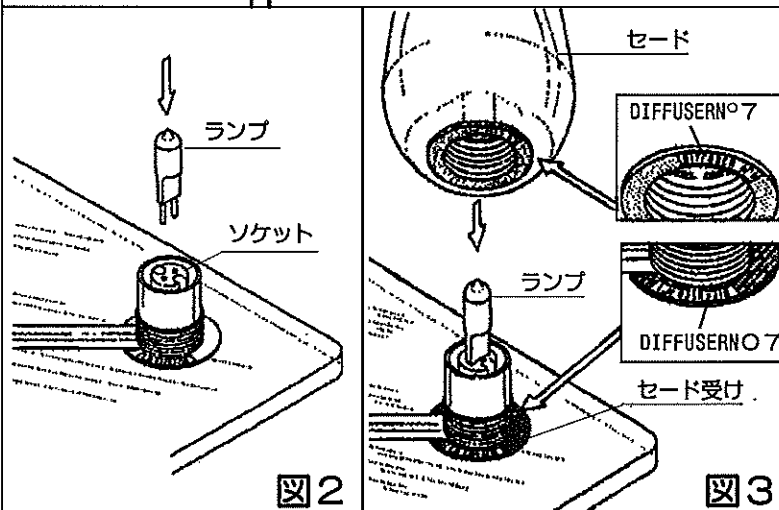

図2
5. ランプをソケットに確実に差し込んでください。器具に表示されている種類およびワット数以下のものをご使用ください。(図2参照)